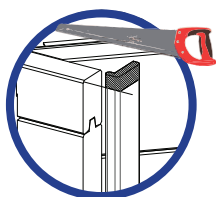
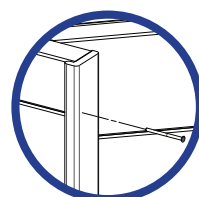

Fig. 7 / Abb. 7 / Afb. 7
Fig. 8 / Abb. 8 / Afb. 8
- Position the L trimming on the ends of the boards. • Cut off the excess part of the trimming according to the height of the pool if necessary (figure 7). • Fix trimming L using 3 screws 4 x 60 uniformly distributed over the height of the piece (figure 8).
- Présentez le cache L sur les extrémités des madriers. • Coupez l'excédent de cache selon la hauteur du bassin si nécessaire (figure 7). • Fixez le cache L à l'aide de 3 vis 4x60 également réparties sur la hauteur (figure 8).
- Legen Sie die Zierleiste L auf die Enden der Bretter. • Falls erforderlich, schneiden Sie das, was von der Zierleiste übersteht, je nach Höhe des Beckens (Abb. 7) ab. • Befestigen Sie die Zierleiste L mit Hilfe von 3 Schrauben 4 x 60 gleichmäßig auf der Höhe (Abb. 8).
- Plaats sierlijst L op de uiteinden van de planken. • Indien nodig, overtollige stukken van de sierlijst afsnijden, afhankelijk van de hoogte van het bassin (afbeelding 7). • Zet de sierlijst L vast met behulp van 3 schroeven 4 x 60 gelijkmatig over de hoogte verdeeld (afbeelding 8).